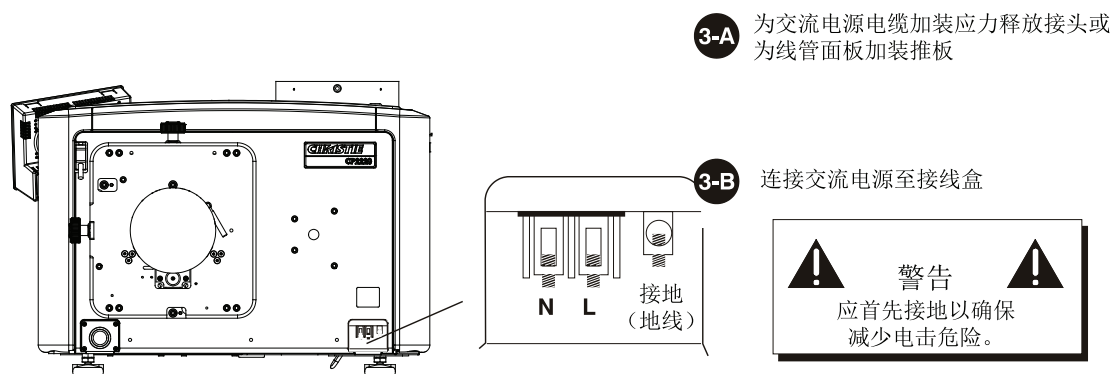

图 2-11
4. 首先从地线开始连接交流电源到此接线盒。请参阅图 2-11 以了解接线详细信息。使用与所提供推板规格相符的应力释放接头以确保足够的环境密封，并防止电缆磨损和被偶然拽出。注：1) 接线盒上最高可使用 8 AWG 的电线。2) 如果需要，可使用 90° 的应力释放接头让电源电缆向下走线。
4. 首先从地线开始连接交流电源到此接线盒。请参阅图 2-11 以了解接线详细信息。牢固地拧紧螺丝。